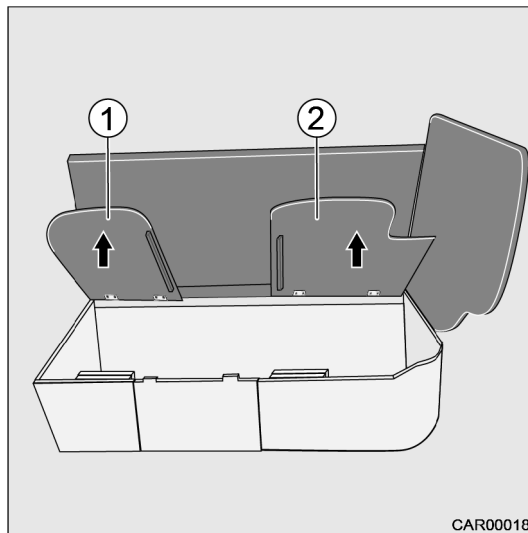

Fig. 46 Transformation du 5e siège
4. Relever les plaques de siège (Fig. 46/1 et 2).